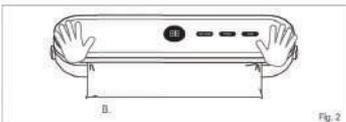

Fig. 2
4. Pressionar os dois lados da tampa superior com as mãos, e um som de "clique" indica que a fivela foi apertada. [Fig. 2]
4. Press the two sides of the top cover with your hands, and a "click" sound indicates that the buckle has been fastened. [Fig. 2]